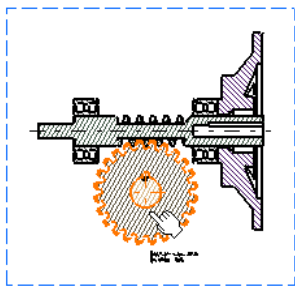

图 6-266
- » 步骤 04 可以从二维或三维的图形窗口或特征树中选择一个或多个需要编辑的元素（零部件）。如图 6-266 所示，该零件在视图中的所有元素均高亮显示，并在 Characteristics (特性) 对话框中列出了零件的文件名称和显示属性。